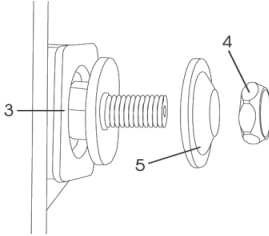
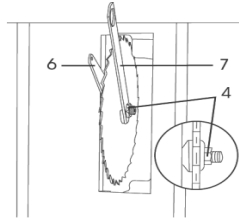

Fig. 16 – Extracción de la brida del eje para substituir la hoja de sierra
Fig. 17 – Montaje de la lámina
- 4 - Trabe el eje (3) con la llave (6) y suelte la tuerca de apriete (4) con la llave (7), en seguida remueva la golilla externa (5);
- 5 - Inserte la lámina en el eje de la máquina (3) - los dientes de la lámina de sierra deben estar vueltos para el frente de la máquina;
- 6 - Instale la golilla (5), asegúrese de que la golilla esté bien encajada, haga el apriete utilizando la tuerca (4); (5);
- 7 - Para dar el apriete final utilice las llaves (6) y (7), conforme fig. 16 y fig. 17;